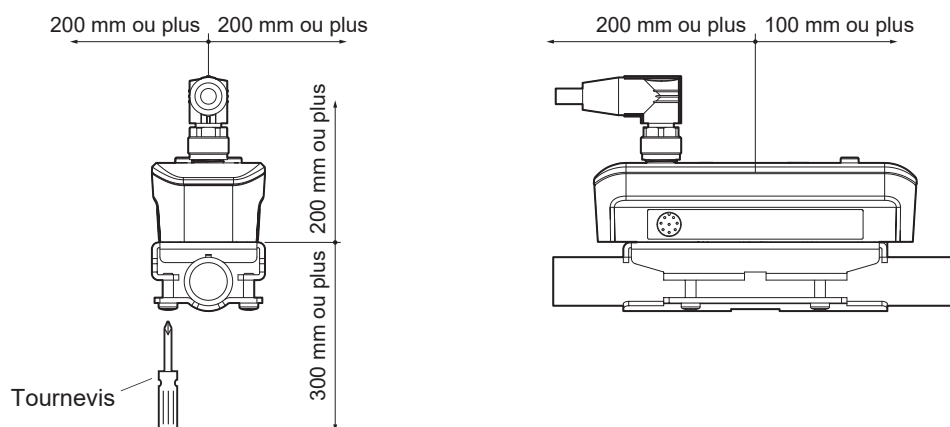

Fig. 2-1 Espace requis pour l'emplacement de montage du débitmètre
- (1) Veillez à ce que l'emplacement se trouve sur une canalisation droite, comme indiqué par la section « 2.1.1 Conditions sur une canalisation droite ».
- (2) Veillez à ce qu'il y ait assez de place pour effectuer la maintenance autour de la canalisation sur laquelle le débitmètre doit être monté. (Cf. « Fig. 2-1 ».)